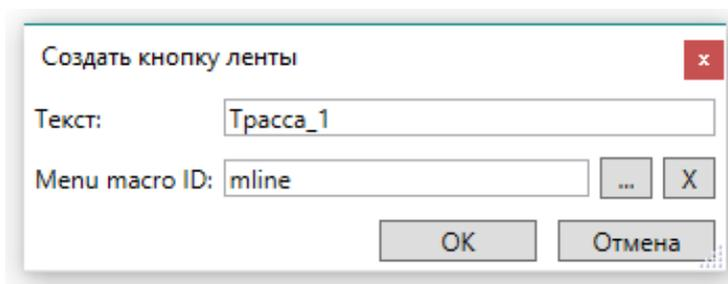

Рис. 21. Окно создания кнопок ленты
2. В диалоге Создать кнопку ленты (рисунок 21) задать параметры.